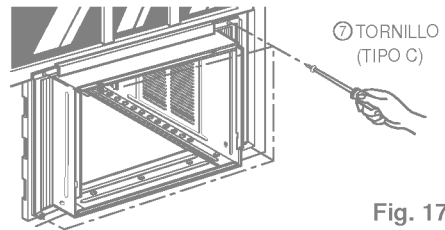

Fig. 17
- Adjunte cada panel guía a cada lado de la ventana usando tornillos (Tipo C). (Ver Fig.17)